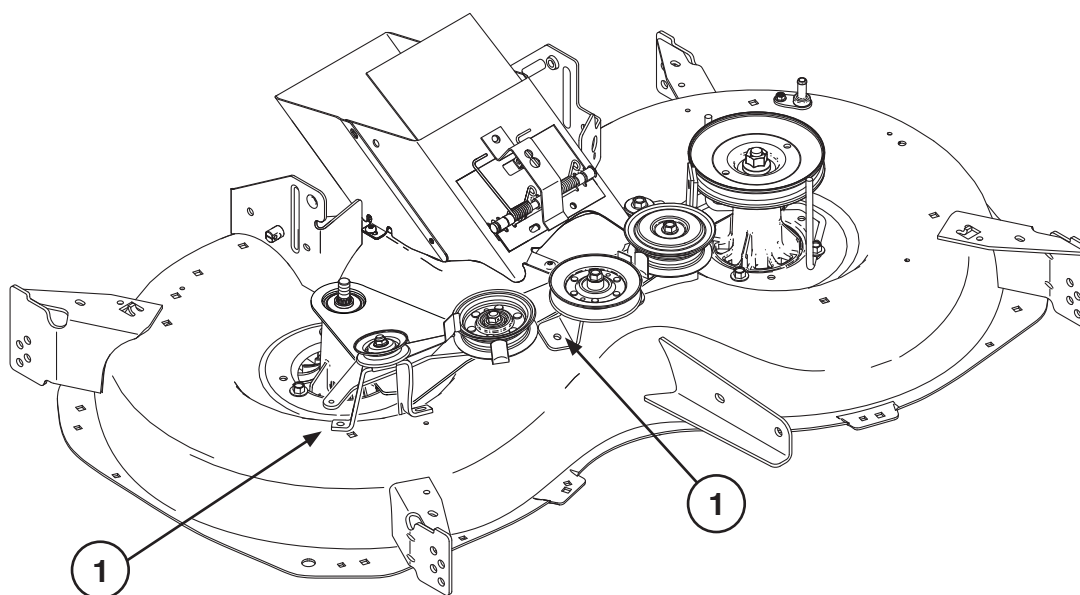

Fig. 4
- ⒼⒷ 6. Place two new bolt on brackets (1) and mark holes on deck. Use 11/32" drill bit to drill necessary holes to attach brackets (Fig. 4).
- ⒹⒺ 6. Setzen Sie zwei neue Schrauben an den Halterungen (1) ein und markieren Sie die Löcher auf dem Schneidwerk. Verwenden Sie einen 11/32"-Bohrbit, um die erforderlichen Löcher zu bohren und die Halterungen anzubringen (Abb. 4).
- ⒻⓇ 6. Placez deux nouveaux supports à boulonner (1) et marquez les trous sur le carter. Utilisez un embout de forage 11/32" pour percer les trous nécessaires afin de fixer les supports (Fig. 4).
- ⒺⓈ 6. Coloque dos pernos nuevos en los soportes (1) y marque los orificios en el equipo. Utilice una broca 11/32" para realizar los orificios necesarios para fijar los soportes (Fig. 4).
- ⒾⓉ 6. Posizionare due nuovi bulloni sulle staffe (1) e contrassegnare i fori sul piatto. Utilizzare la punta di trapano da 11/32" per praticare i fori necessari per fissare le staffe (Fig. 4).
- ⓃⓁ 6. Plaats twee nieuwe bouten op de steunen (1) en markeer de gaten op het dek. Gebruik een boorbitje van 11/32" om de benodigde gaten te boren voor het bevestigen van de steunen (afb. 4).